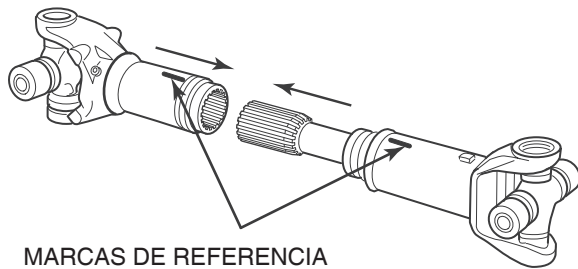

Figura 8.23
5. Alinee las secciones del yugo deslizante y del eje estriado con las marcas de referencia que usted ha hecho durante el desmontaje. Figura 8.23.
6. Instale el eje estriado en el yugo deslizante hasta que las estrías estén totalmente acopladas. Figura 8.23.